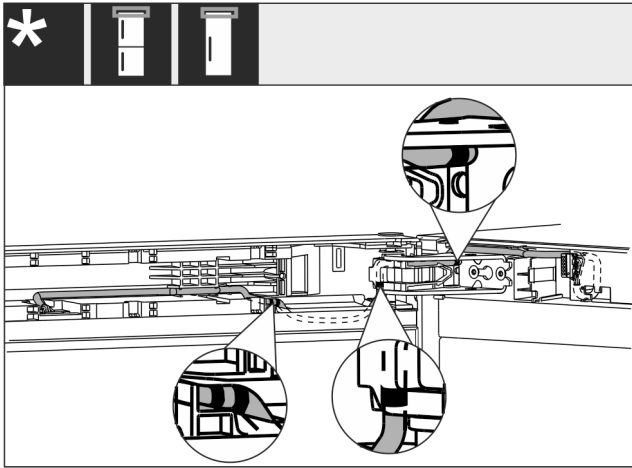

Fig. 61
- ▶ Položenie kábla, ako je zobrazené na obrázku Fig. 61 ().